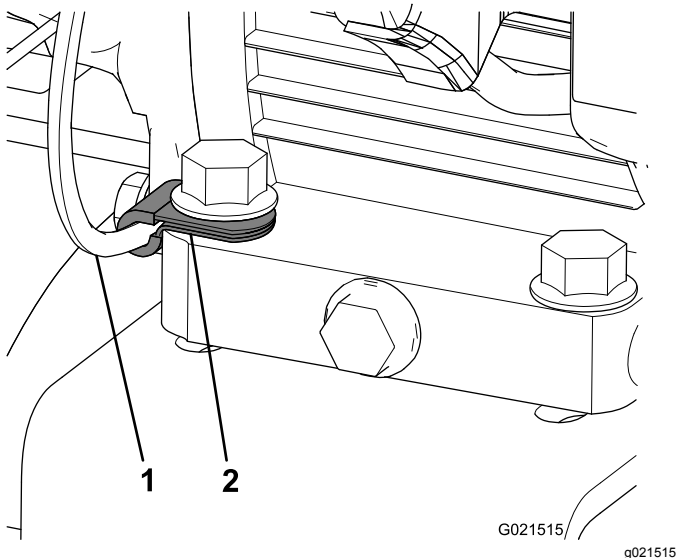

Figura 6
5. Conecte el clip nuevo al cable del acelerador y sujételo al soporte de montaje del motor nuevo con el perno delantero derecho (Figura 6).